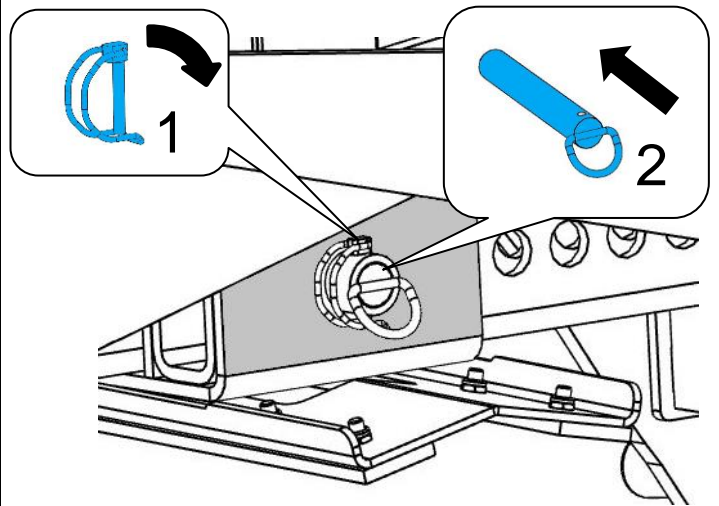

Abb. 4
5. Sätt tillbaka insticksskruven (2) (bild 4).
6. Sätt tillbaka den fällbara sprinten (1) (fig. 4).